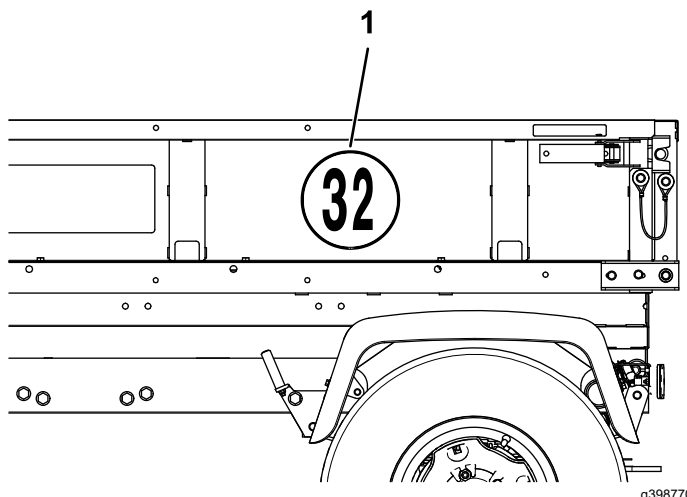

Figure 19
1. Sur le côté gauche du plateau de chargement, apposez l'autocollant sur la surface entre le deuxième et le troisième profilé, comme montré à la Figure 19.